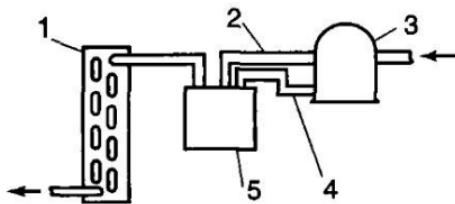

Рис. 62. Монтаж маслоотделителя:
18.1. Маслосепаратор монтируют на нагнетательном трубопроводе для сбора и возврата масла в картер компрессора (рис. 62). Его